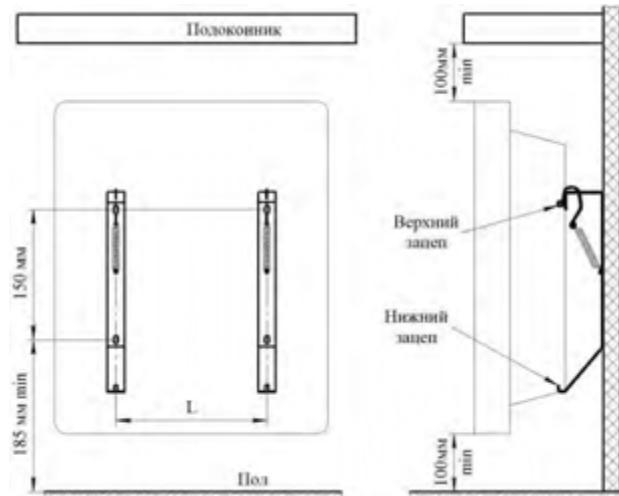

Рис. 1
5.4 Для стационарной установки конвектора выполните на стене разметку под крепёжные отверстия (см. рис.1, табл.2) и закрепите кронштейны для установки конвектора, любым доступным способом, обеспечив надёжное крепление конвектора в течение всего срока эксплуатации и соблюдая минимальные расстояния от поверхностей конвектора до предметов окружающей обстановки, как показано на рисунке 2 (расстояния даны в сантиметрах).